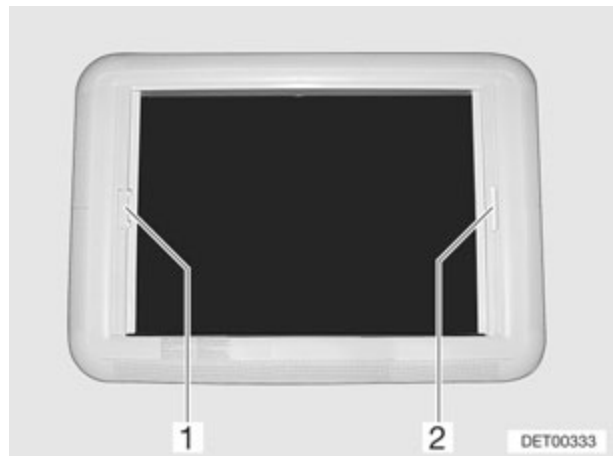

Fig. 46 Bloqueo de la persiana de la claraboya Heki
- Tirar del asidero (Fig. 46,2) del estor plegable y soltarlo en la posición deseada. El estor plegable se queda fijo en esta posición.
- Tirar del asidero (Fig. 46,1) de la mosquitera enrollable hacia el asidero opuesto del estor plegable (Fig. 46,2) y hacerlos encastrar.
- Presionar el tirador de la mosquitera enrollable por la parte de atrás hacia arriba y desengancharla del estor plegable (Fig. 46,2).
- Devolver lentamente a su posición la mosquitera enrollable por el asidero (Fig. 46,1).